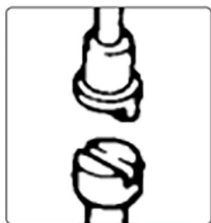

Fig.2
1. Slăbiți șurubul de pe jugul mânerului și introduceți ansamblul mânerului (1).
2. Rotiți butonul supapei de eliberare pentru a localiza tija de conectare în tija supapei de eliberare, așa cum se arată în fig.2.